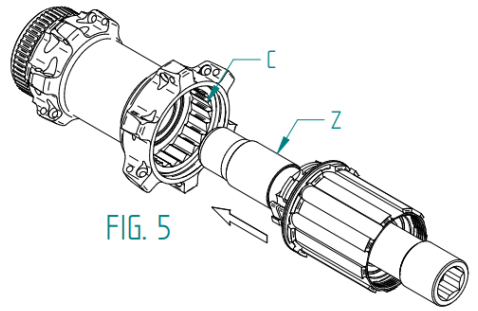

FIG. 5
- Sostituire i cuscinetti (S) del corpo mozzo.
- Reingrassare con un grasso a bassa densità la cremagliera (C).
- Sfilare dal perno il corpo ruota libera con il relativo distanziale (Z) e procedere alla pulizia dei cricchetti. Attenzione: i cuscinetti del corpo ruota libera NON sono sostituibili.
- Terminata la manutenzione, infilate il corpo ruota libera con il relativo distanziale (Z) nel perno.
- Inserite il perno nel corpo del mozzo facendo molta attenzione al corretto posizionamento dei cricchetti (Fig. 5).